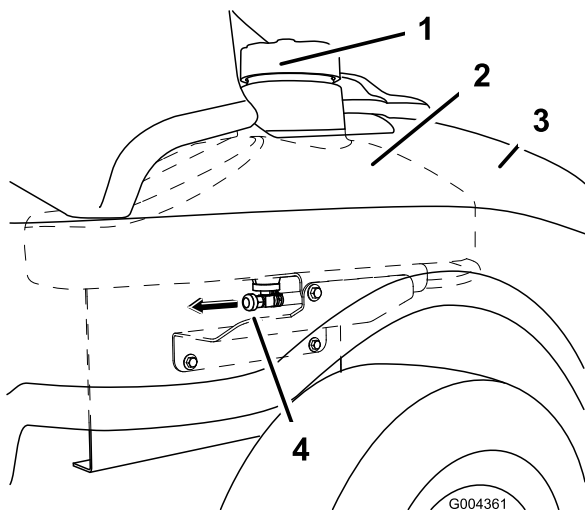

Figura 40
3. Cierre la válvula de cierre del combustible, ubicada debajo de la parte delantera del depósito de combustible (Figura 40).
7. Abra la válvula de cierre de combustible. Deje fluir el combustible a una lata u otro recipiente (Figura 40).